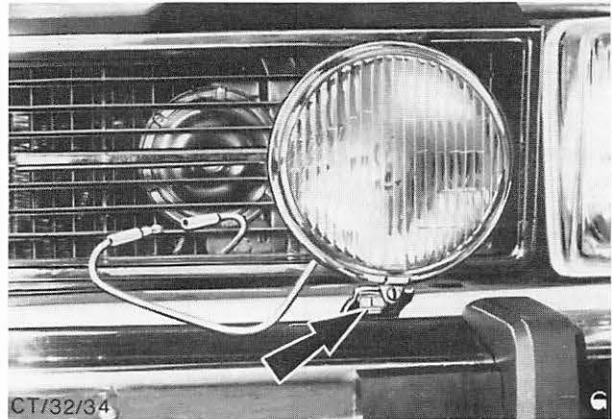

Abb. 35 Kabel zum Weitstrahler trennen. Befestigungsmutter des Weitstrahlers (Pfeil)
2. Kabelstrang zum Weitstrahler trennen. Abb. 35.
3. Befestigungsmutter des Weitstrahlers entfernen und Weitstrahler vom Halter abbauen. Abb. 35.